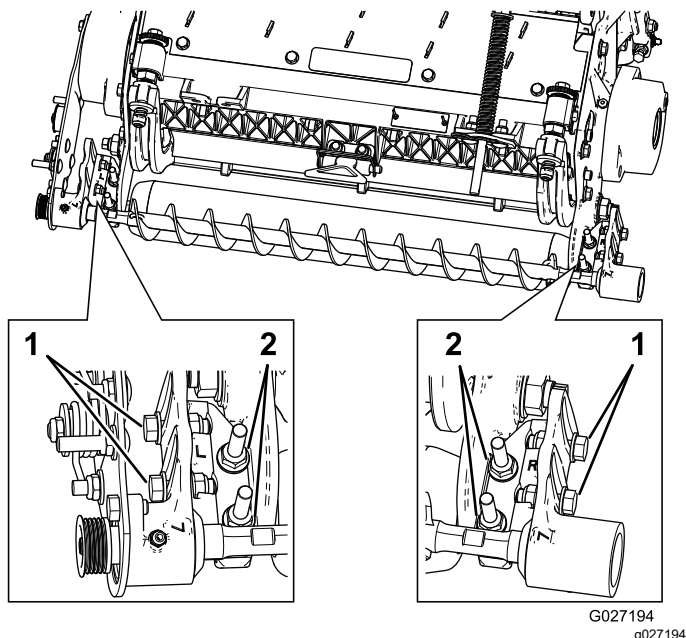

Рисунок 11
- A. Ослабьте две фланцевые контргайки, крепящие монтажный кронштейн щетки катка к боковой пластине режущего блока (Рисунок 11).
B. Поверните корпус подшипника щетки катка так, чтобы пластина щетки была параллельна боковой пластине режущего блока (Рисунок 11).
C. Затяните две фланцевые контргайки, крепящие монтажный кронштейн щетки катка к боковой пластине режущего блока (Рисунок 11).
1. Ослабьте затяжку двух болтов крепления каждого из корпусов подшипника щетки катка к монтажному кронштейну щетки катка (Рисунок 11).